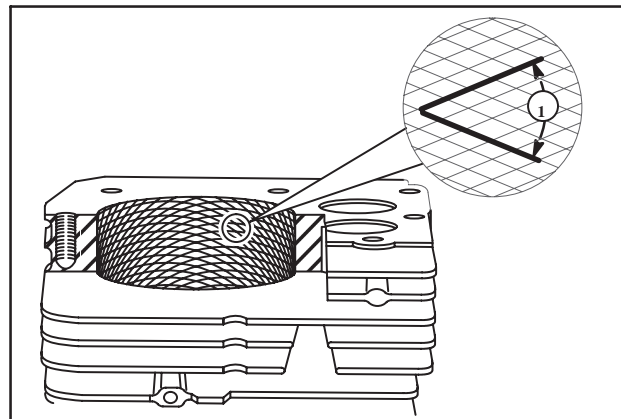

Fig. 3
La finition du cylindre sur un élément réalésé ou reconditionné doit présenter des traits croisés à 45 degrés (1), Fig. 3. Les pierres adaptées, la lubrification correcte et la rotation de la perceuse associée à un mouvement rapide d'aller et retour durant les derniers tours, doivent produire la finition.